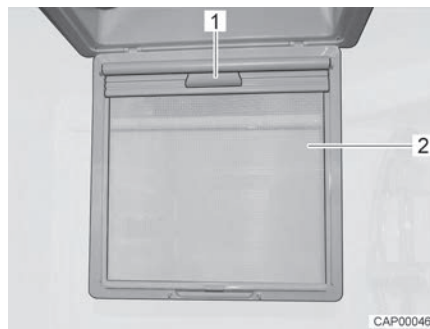

Bild 51 Mörklägningsrullgardin
- Fäll ned insektsskyddet (Bild 51,2).
- Ta tag i mörklägningsrullgardinen i handtaget (Bild 51,1) och dra nedåt tills den hakar i på motsatt sida.
- Koppla ur mörklägningsrullgardinen i handtaget (Bild 51,1) och för den långsamt tillbaka till utgångsläget.
- Fäll upp insektsskyddet (Bild 51,2) så att det hakar i.